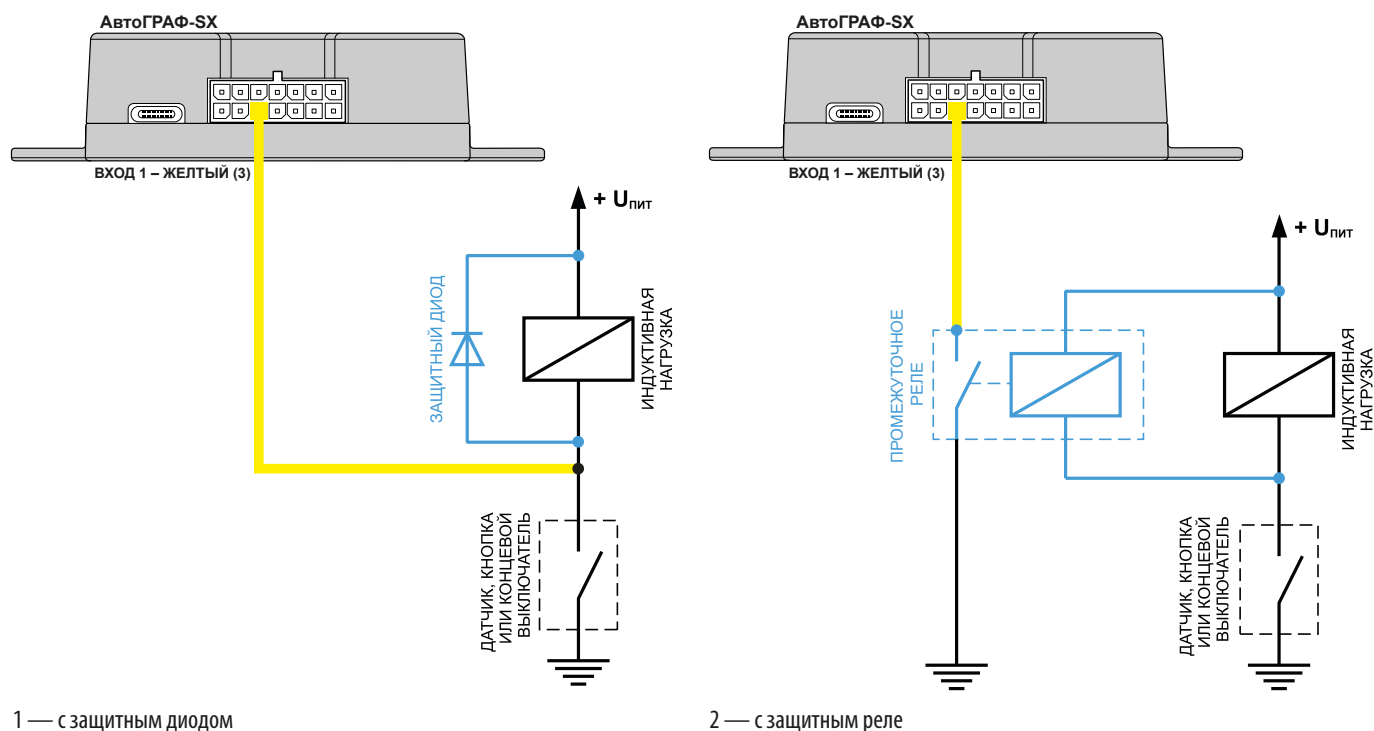

Рис.14. Варианты подключения цифрового входа по «—» в цепь с индуктивной нагрузкой
- 1. Защитный диод (Рис.14, 1)** — устанавливается параллельно индуктивной нагрузке. При этом прямой ток защитного диода ($I_{\text{диода, прямой}}$) должен быть не менее $1,5 \cdot I_{\text{удержания катушки}}$. Если ток удержания катушки неизвестен или есть сомнения, то следует использовать схему включения с защитным реле.
- 2. Защитное реле (Рис.14, 2)** — устанавливается параллельно индуктивной нагрузке. При этом контакты защитного реле служат для замыкания входа контроллера на «массу».